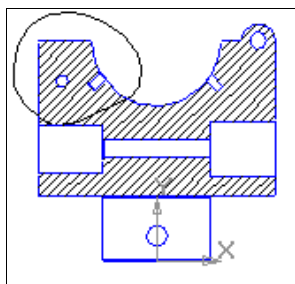

Рис. 20.14. Созданный разрез Б–Б
- ◆ сделайте текущим **Разрез А–А**. Создайте новый разрез Б–Б по резьбовому отверстию М4, как на рис. 20.14;